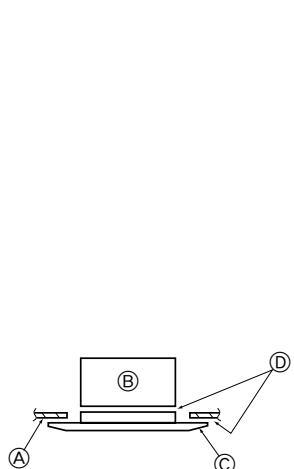

Fig. 5-7
5.3.3. Fijación de la rejilla (Fig. 5-7)